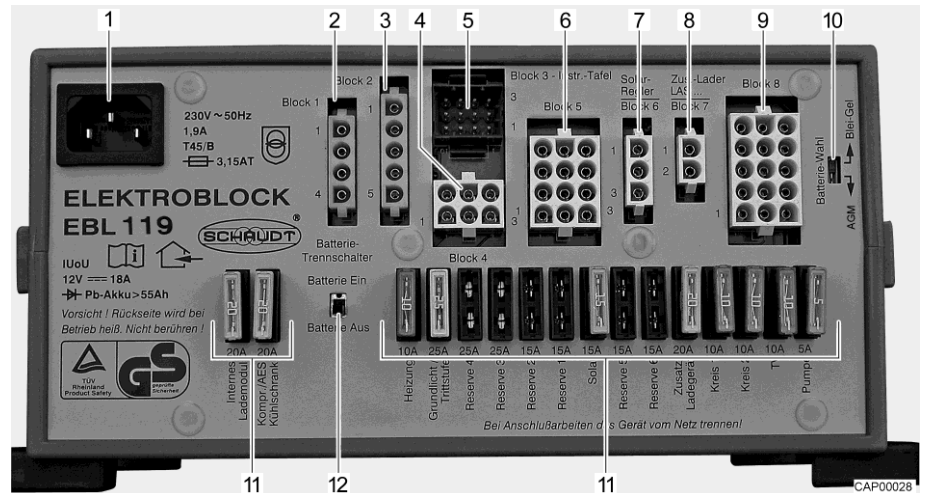

Fig. 40 Bloque eléctrico (EBL 119)
- Desconectar el separador de batería (Fig. 40,12) en el bloque eléctrico.